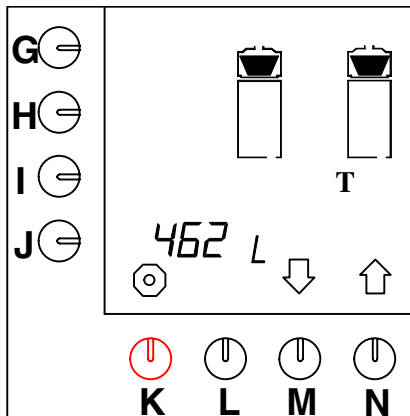

Abb. 28 Gesamtzählwerk für das Kaffeebrühsystem
- Jetzt erscheint das Gesamtzählwerk im Display. Die Gesamtanzahl der Liter Kaffee, die während der Lebensdauer des Geräts aufgebraut wurden, kann im Display abgelesen werden (Abb. 28 ).